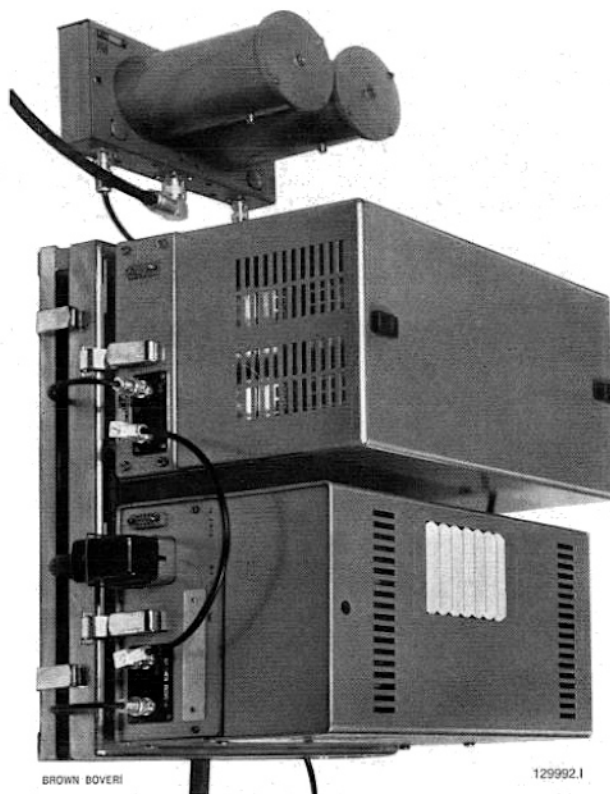
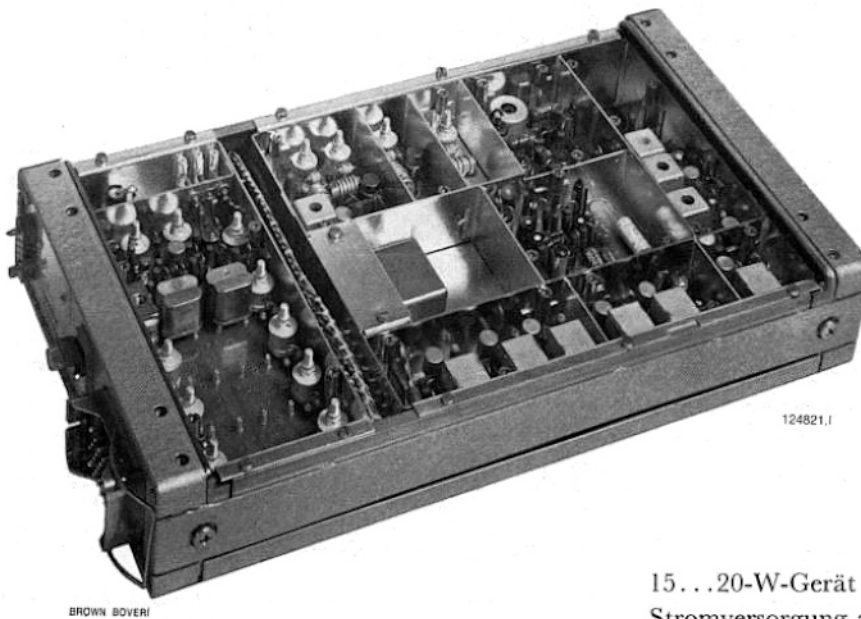
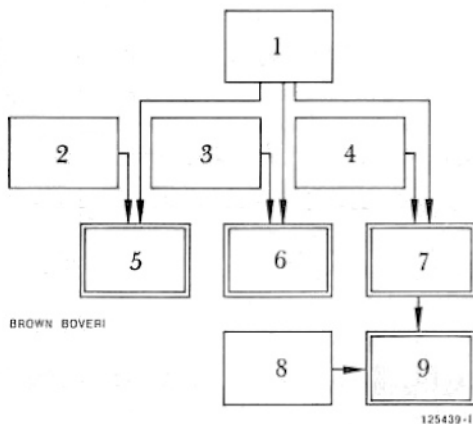

Bild 4 – 5-W-Sende-Empfangsgerät für Netzspeisung mit 50-W-Endstufe
Bild 5 – Zusatzempfänger zum Sende-Empfangsgerät
Bild 6 – RT18-Stationsaufbau
15...20-W-Gerät durch Aufbau einer Endstufe mit Stromversorgung auf das Grundgerät, wobei in diesem nur der Speiseteil für den Empfänger zusätzlich angeordnet werden muss (Bild 3). Bei Netzspeisung ergibt sich die höhere Leistungsvariante, indem man eine Endstufe mit eigener Stromversorgung hinzufügt (Bild 4). Neben diesen Gerätekombinationen sind noch Einzelsender oder Empfänger möglich, letztere entweder als unabhängige Überwachungsempfänger mit eigener Stromversorgung oder als Zusatzempfänger zu Sende-Empfangsgeräten ohne eigene Stromversorgung (Bild 5), z. B. für den Wechselsprechverkehr zwischen zwei Fahrzeugstationen, wobei jede Fahrzeugstation mit der ortsfesten Station im Gegensprechbetrieb verkehren kann. Eine schematische Darstellung der wichtigsten Kombinationen zeigt das Bild 6.